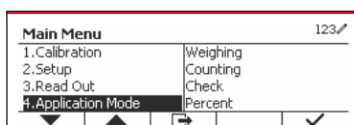

Figure 24
1. Exercez une pression longue sur le bouton  pour accéder au menu principal. (Voir Figure 24)
2. Sélectionnez l'entrée du mode d'application en appuyant sur le bouton correspondant à l'icône ▼. (Voir Figure 24)